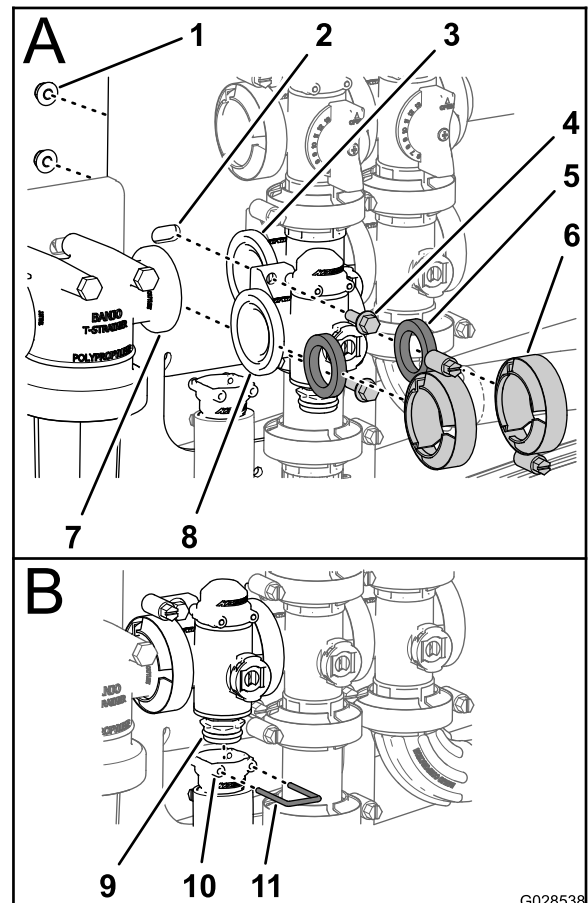

Figura 101
1. Allineate guarnizione tra le flange del collettore della valvola di comando del volume e la testa del filtro della pressione (A di Figura 101).
della pressione con un morsetto e serrate manualmente (A di Figura 101).
3. Allineate guarnizione tra le flange del collettore della valvola di comando del volume e della valvola dell'agitatore (A di Figura 101).
4. Montate il collettore della valvola di comando del volume, la guarnizione e il collettore della valvola dell'agitatore con un morsetto e serrate manualmente (A di Figura 101).
5. Montate la valvola di comando del volume sul supporto della valvola con i 2 bulloni a testa flangiata e i 2 dadi di bloccaggio flangiati (A di Figura 101) rimossi nel passaggio 3 della sezione Rimozione della valvola del collettore di comando del volume \(pagina 73\) e serrate il dado e il bullone a 1017–1243 N·cm.
6. Montate il raccordo di uscita sul raccordo del tappo terminale inferiore della valvola del collettore (B di Figura 101).
7. Fissate il raccordo del tappo terminale al raccordo di uscita inserendo un fermo nella presa del raccordo di uscita (B di Figura 101).